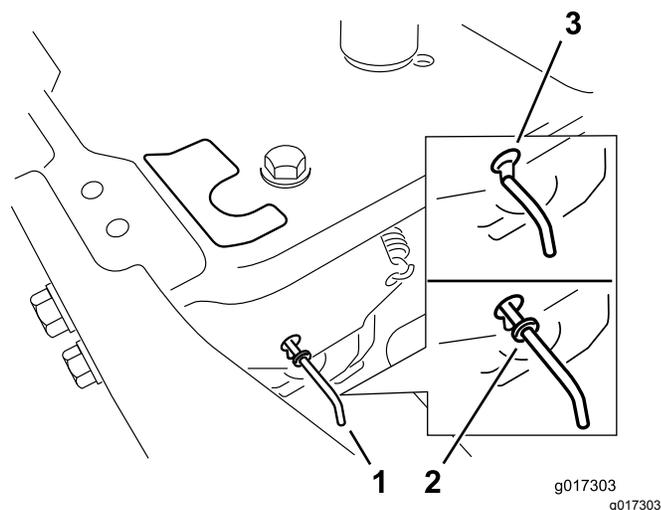

Figura 23
4. Mueva las palancas de desvío hacia delante a través del orificio y hacia abajo para bloquearlas en esa posición (Figura 23).
Mueva las palancas de desvío hacia atrás a través del orificio y hacia abajo para bloquearlas en esa posición, según se muestra en Figura 23.